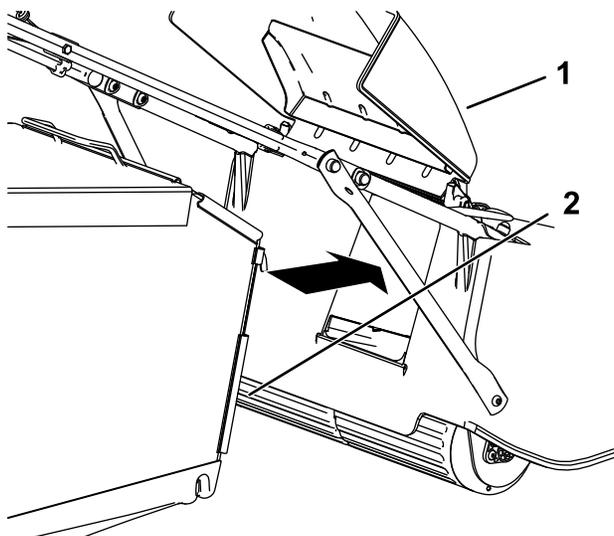

Рисунок 20
3. Зацепите травосборник в определенной позиции (Рисунок 20).